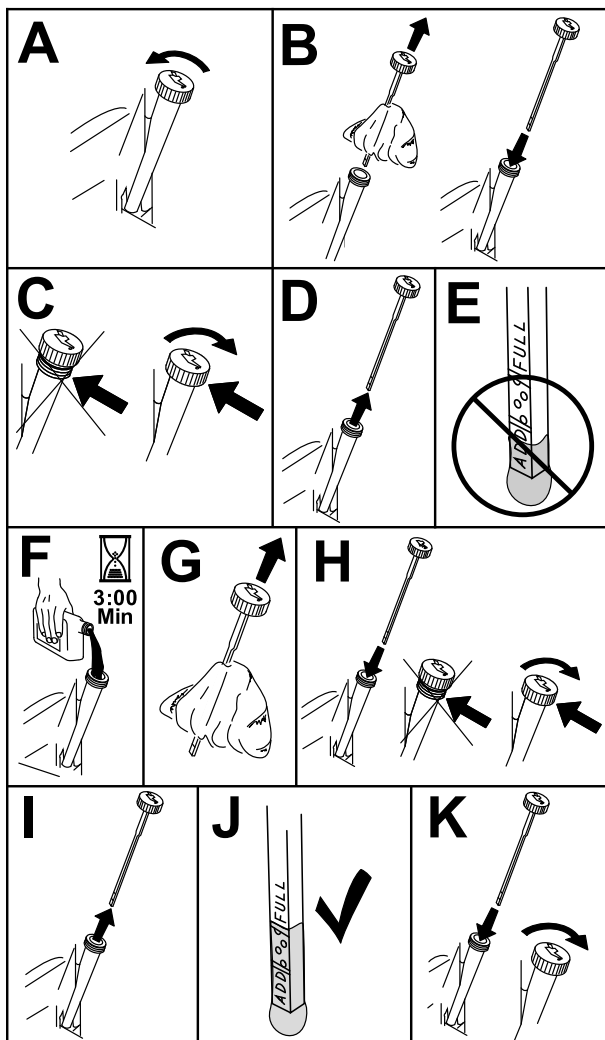

Figura 46
- Per evitare morchia, residui d'erba, ecc. nel motore, pulite l'area attorno al tappo e all'asta di livello dell'olio prima della rimozione (Figura 46).